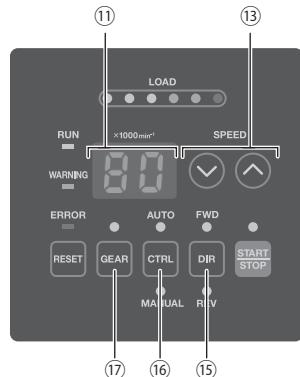

图 26
- 空气输入接头⑦设计为可接受气压在 0.25 - 0.3MPa (36.3 - 43.5psi) 之间的冷却空气。如果气压过低, 控制器将无法运行并出现故障代码。
- 冷却空气也可对马达主轴提供空气吹扫保护。即使电源开关⑨处于关闭状态, 冷却空气也将继续流动。在不提供冷却空气的情况下使用控制器和选择器时, 将设置参数“**P7** 设置空气检测功能”变更为 ON。切勿在没有空气吹扫的情况下直接将冷却液喷洒在主轴主体上。
- 使用选择器时, 请勿使用控制器的空气输入接头⑦, 也不要使用空气输出接头⑧。为了安全和防尘, 请将随附的气塞 ((ø6) 用于停止空气), 安装到空气输入接头⑦和空气输出接头⑧。空气输入可以直接连接到选择器。
- 不使用控制器的外部输入 / 输出连接器 A ③、B ④、串行 I/F 连接器时, 为了保证安全和防尘, 请务必安装上随附的连接器护罩。
15 - 1 选择控制模式 (MANUAL/AUTO)。(选择图 26 的控制切换按钮 (CTRL) ⑯。)
- (1) 使用控制切换按钮 (CTRL) ⑯可在手动 (前面板控制) 或自动 (外部信号源) 模式之间进行选择。外部信号源可用于从外部控制源 (CNC) 控制马达启动 / 停止、旋转方向、马达转速等。
- (2) 当从外部信号源操作时，按下图 26 所示的控制切换按钮 (CTRL)，然后选择 AUTO。AUTO LED 指示灯将亮灯。
- (1) 设定马达旋转方向 (通过图 26 的⑯所示的旋转方向设定按钮 (DIR) 进行设定)。
- (2) 设定 500 min^{-1} 定心作业 (通过图 26 的⑬所示的马达转速调节按钮 (SPEED \wedge , \vee) 进行设定)。
- (3) 设定齿轮比 (通过图 26 的⑰所示的齿轮比设定按钮 (GEAR) 进行设定)。